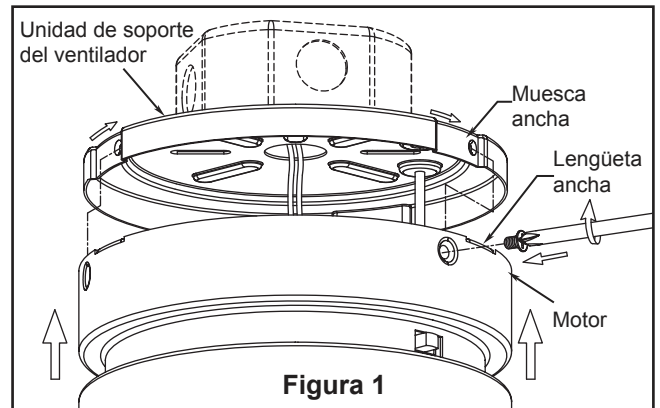

Figura 1
1. Alinee la lengüeta ancha de la unidad del motor a la muesca ancha de la unidad de soporte del ventilador. Asegure cuidadosamente la unidad del motor en las ranuras de montaje en el soporte del techo girándolo en el sentido de las agujas del reloj. Asegúrese de que todo el cableado y receptor se introduce adecuadamente en la cubierta del techo y que no se presiona ningún cable. Una vez que la motor está colocada y alineada con el techo, vuelva a colocar el tornillos retirados previamente y asegure los tres tornillos. (Figura 1)